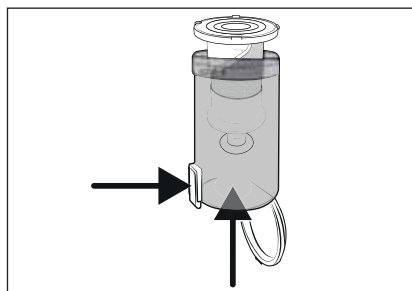

Fig. 20
- 3) Tag filteret af rustfrit stål **6** ud af støvbeholderen **7** ved at trykke på oplåsningsknappen til støvbeholderdækslet **8**. Skub så filteret af rustfrit stål **6** ud af støvbeholderen **7** nedefra (se fig. 20).